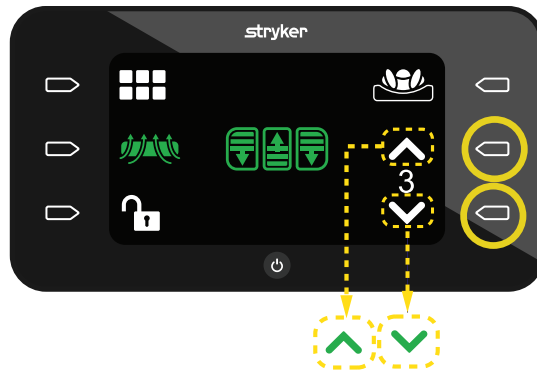

Abbildung 33 – ALP-Modus Stufe 3
4. Drücken Sie die **Aktionsschaltfläche** neben dem **Aufwärts-** oder **Abwärtspfeil**, um den ALP-Wert von 1 bis 5 zu erhöhen oder zu senken (Abbildung 33).